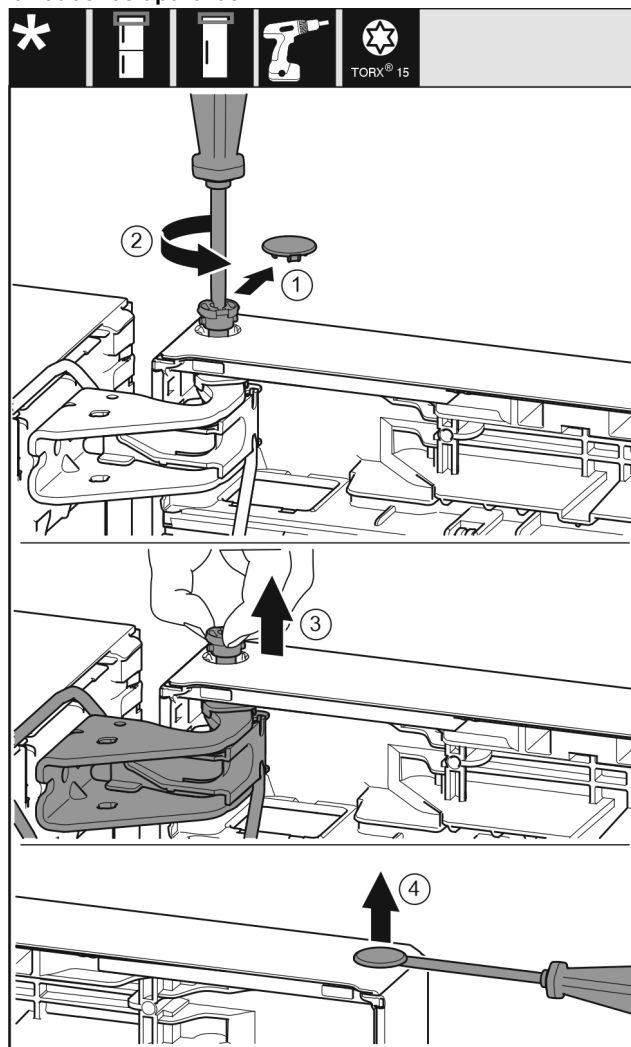

Fig. 22
- ▶ Desenroscar un poco el perno con el destornillador T15. *Fig. 22 (2)*
- ▶ Sujetar la puerta y extraer el perno con los dedos. *Fig. 22 (3)*
- ▶ Levantar cuidadosamente el tapón del casquillo de apoyo de la puerta con un destornillador para tornillos de cabeza ranurada y extraerlo. *Fig. 22 (4)*